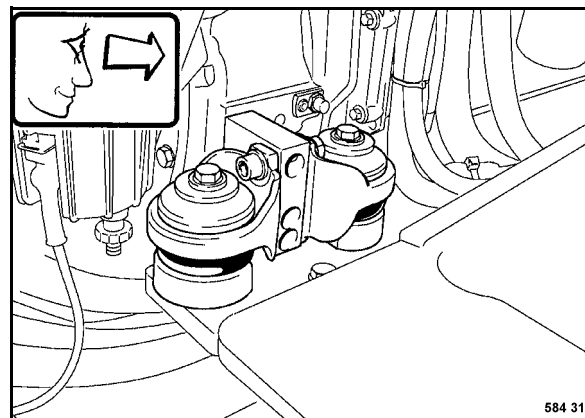

Fig. 150
- Comprobar el estado del alojamiento del motor (Fig. 150) y cambiar el cojinete, si fuese necesario.